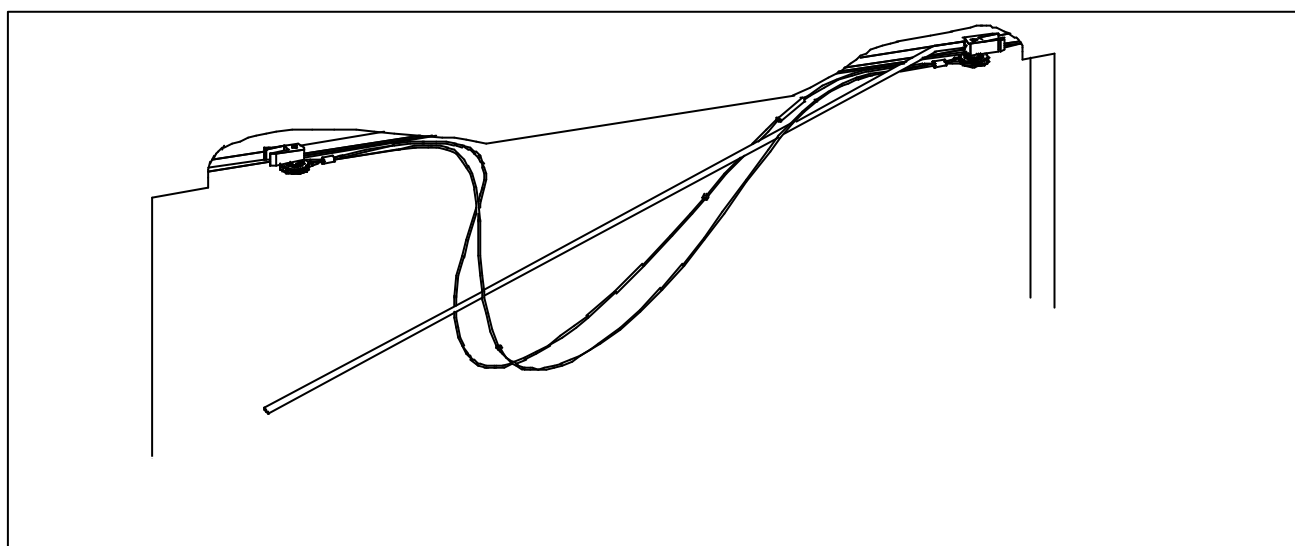

Figura 2
- Inserire i due gruppi puleggia (E) nella guida passando attraverso l'asola (F) come mostrato in figura 2 e 3,.
- Montare l'asta (G) unendo le due parti che la compongono e utilizzarla per spingere un gruppo puleggia all'interno del cassonetto fino a quando non si sente lo scatto delle alette del gruppo puleggia.